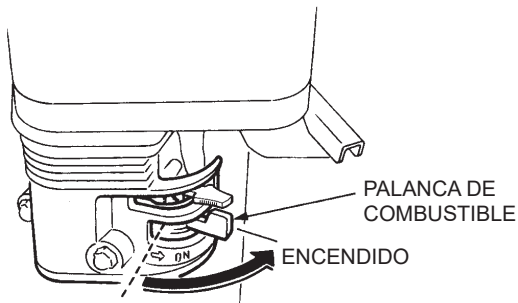

Figura 8. Palanca de la válvula de combustible del motor (posición de encendido)
1. Coloque la palanca de la válvula de combustible del motor (consulte la Figura 8) en posición de **encendido**.